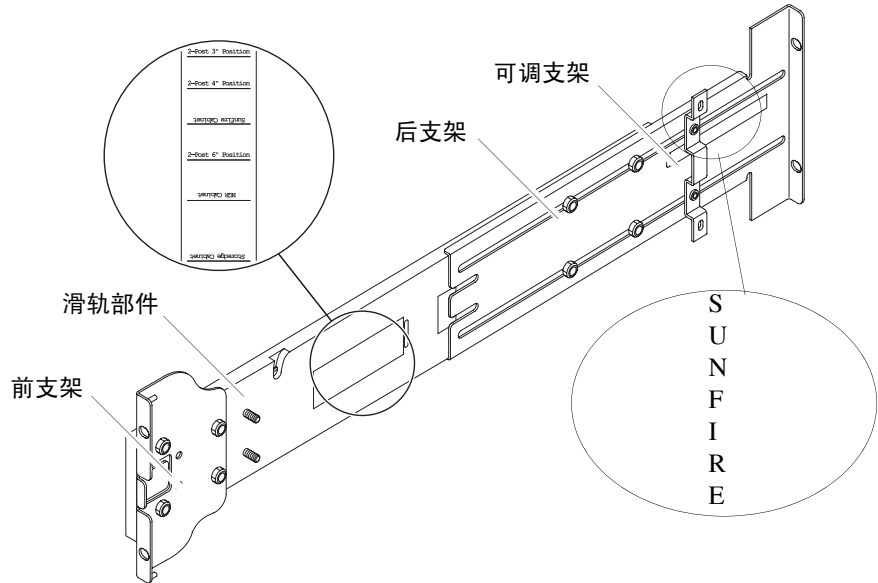

图 1-1 导轨部件（标准配置）
每个导轨部件由四个组件组成（图 1-1）：
调整后支架或可调支架的位置可以改变部件的长度。滑轨部件和后支架的金属框架上标明了适于各种特定机箱的支架位置。图 1-1 显示了这些标记的位置。
1. 拧下用于固定可调支架的螺母，取下可调支架（图 1-1）。